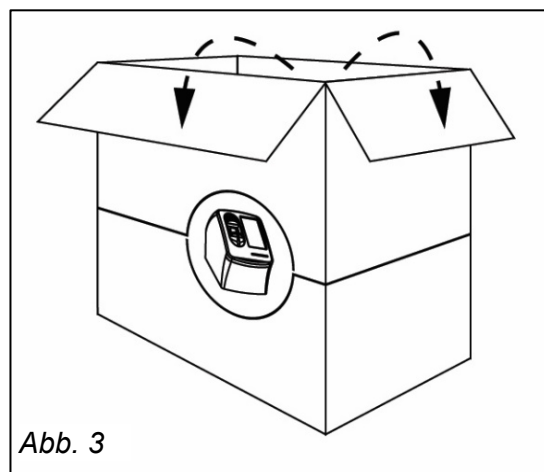

Abb. 3
2.2.1. Stellen Sie den Karton aufrecht auf und öffnen Sie die oberen Klappen (Abb. 3)